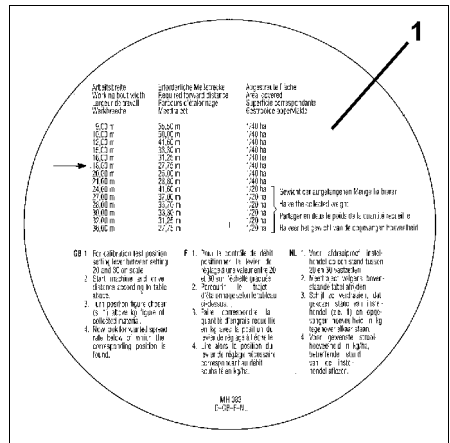

Fig. 36
- Aus Tabelle (Fig. 36/1) für die gewünschte Arbeitsbreite **18 m** die erforderliche Messstrecke **27,75 m** für **1/40 ha** abgestreute Fläche entnehmen.